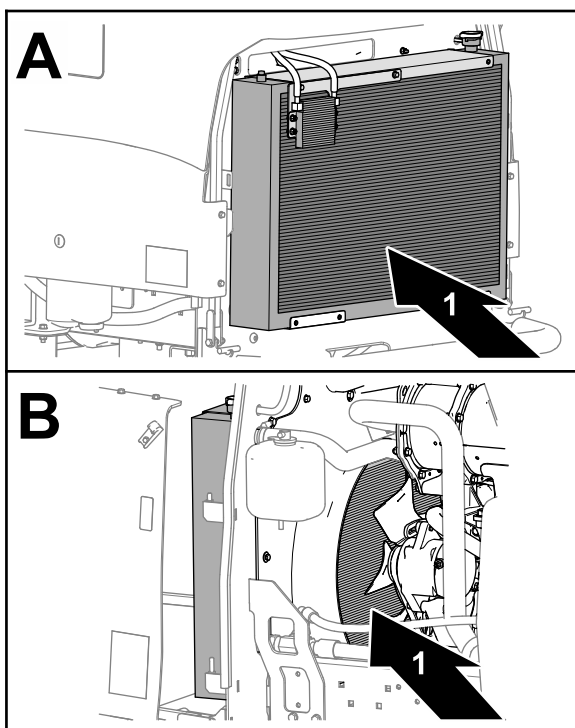

Figura 68
7. Limpie a fondo ambos lados del radiador y del enfriador de aceite con aire comprimido (Figura 68).